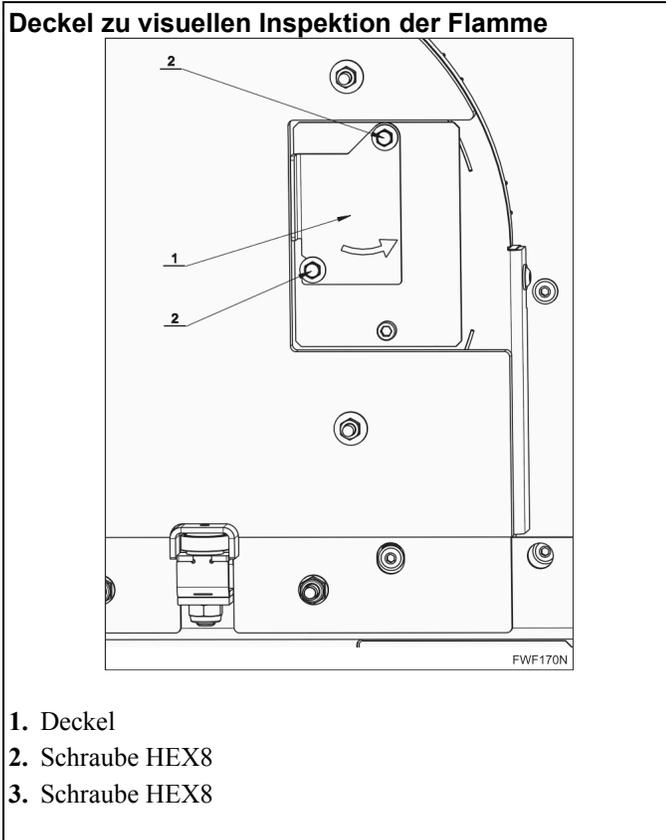
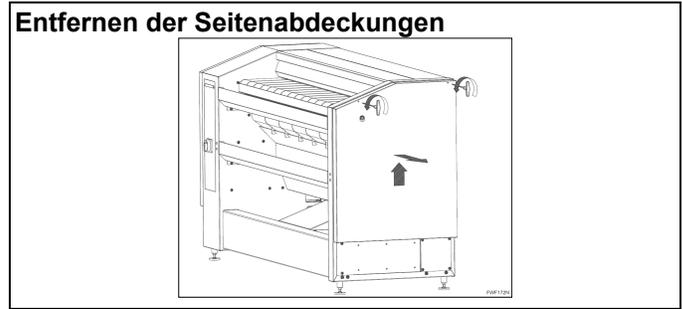

Abbildung 22
Abbildung 24
- Rechts vorne am Heizer - (*Abbildung 22*) - gibt es einen Deckel für eine kurze Inspektion der Flamme.
- Nachdem die rechte Abdeckung entfernt wurde (*Abbildung 24*) und die zwei Schrauben HEX8 (2) gelockert wurden, kann der Deckel (1) *Abbildung 22* geneigt werden.
- Demontieren Sie vor der ersten Inbetriebnahme der Maschine beide Seitenabdeckungen. Siehe *Abbildung 24*.